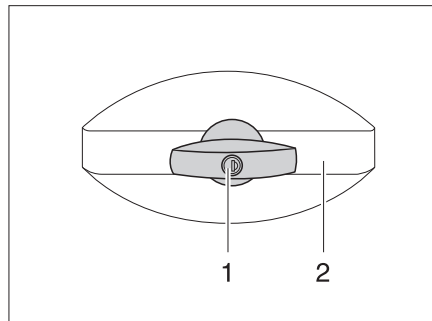

Fig. 28 Serratura dello sportello, ellittico, chiuso
- Inserire la chiave nel cilindro della serratura (Fig. 28,1) e ruotare in senso antiorario di un quarto di giro. La maniglia della serratura (Fig. 28,2) scatta all'infuori.